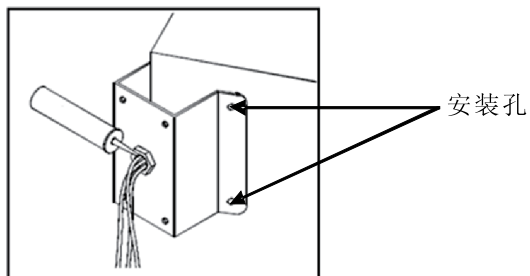

图20 安装示意图
1、如图20所示，以角装附件的安装孔为模板，在成90° 夹角的墙壁上画出打孔位置，并打孔装上M8 膨胀螺栓。将一体化线缆穿过角装底座的中心孔、防水胶及支架的中心孔，留出足够的接线长度，并将角装底座用M8 螺母紧固在墙壁上。